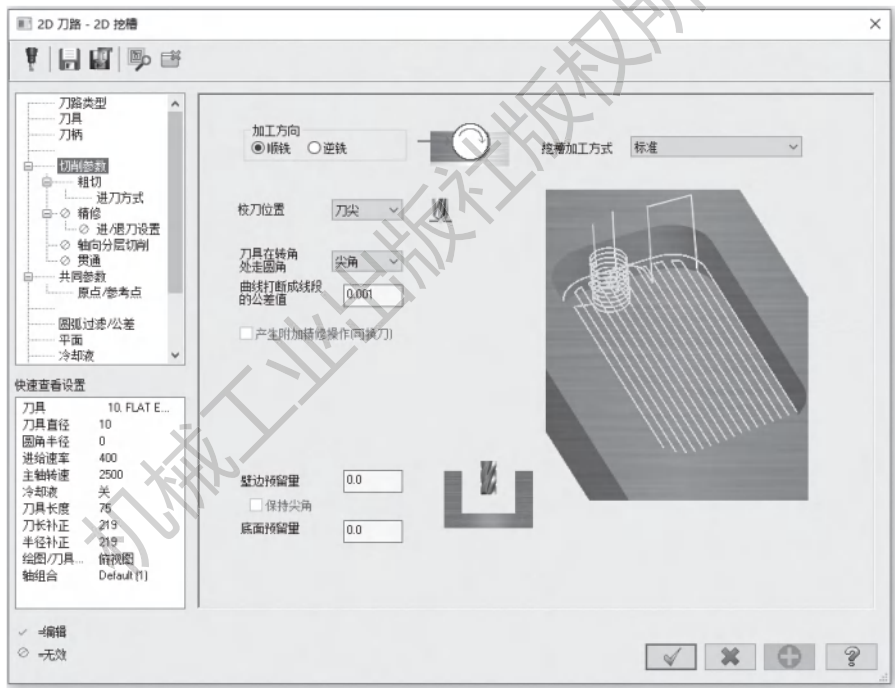

图 6-19 2D 挖槽参数设置
3) 打开【切削参数】选项卡，设置【壁边预留量】和【底面预留量】为 0.0mm，如图 6-19 所示。